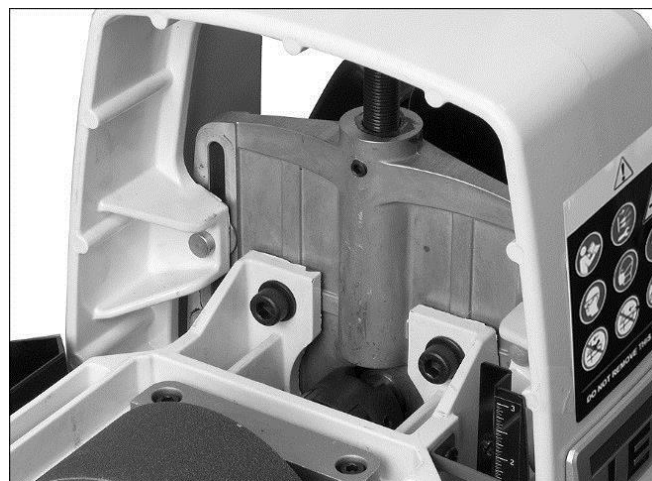

Рис. 10-1
- По мере необходимости смазывайте подъемный ходовой винт (А, Рис. 10-1).
- Содержите области скольжения в чистоте (В, Рис. 10-1).